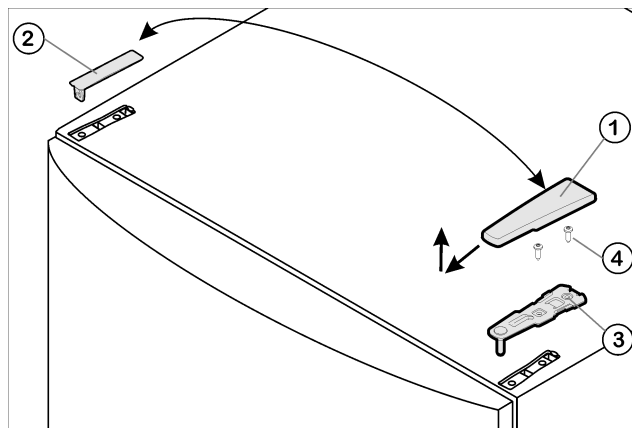

Fig. 4
- ▶ Retirar a cobertura Fig. 4 (1), puxando-a para a frente e para cima.
- ▶ Levantar a cobertura Fig. 4 (2).
- ▶ Desaparafusar o apoio superior (2 vezes Torx® 25) Fig. 4 (4) e retirá-lo para cima.
- ▶ Montar o apoio superior Fig. 4 (3) no lado novo da dobradiça e na porta.
- ▶ Aparafusar e apertar o apoio superior (com 4 Nm) (2 vezes Torx® 25) Fig. 4 (4). Se necessário, efectuar previamente os orifícios de aparafusamento ou utilizar uma aparafusadora sem fios.
- ▶ Colocar por fora e encaixar a cobertura Fig. 4 (1) e a cobertura Fig. 4 (2) no respectivo lado oposto.